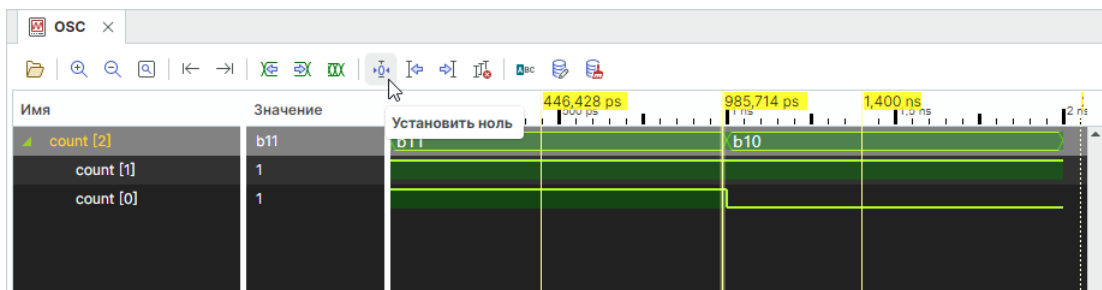

Рис. 49 Назначение курсора в качестве относительной точки отсчета
2. Нажмите кнопку , см. Рис. 49.